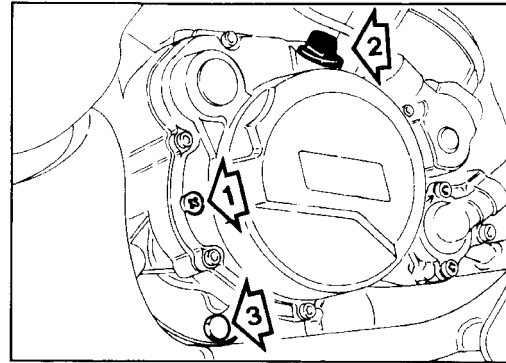

Fig. 10
- togliere il tappo di carico (2-fig. 10);
- svitare il tappo di scarico sotto il motore (3-fig. 10);
- quando l'olio sarà fuoriuscito completamente riavvitare il tappo di scarico ed introdurre 750 c.c. di olio (vedi Tabella Lubrificanti) dal tappo di carico (2-fig. 10).
Tenere il motociclo in posizione verticale rispetto al terreno. Togliere la vite di controllo (carter laterale destro): (1-fig. 10) il livello dell'olio è corretto se raggiunge il margine inferiore del foro con la moto verticale. Eventuali rabbocchi si effettuano dal foro di immissione superiore (2-fig. 10).